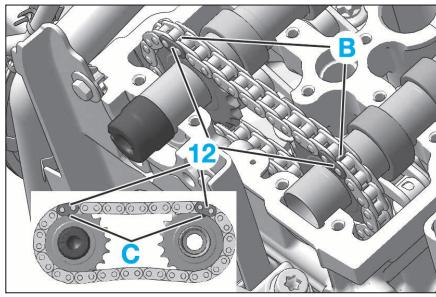

FIG. 68
- reposer les arbres à camées et les caler. Le calage des arbres à camées s'effectue en mettant les maillons bruns (12) de la chaîne de distribution (9) en face des repères (B) (repères de peinture jaune) ou (C) (marquages) des pignons des arbres à camées échappement (7) et admission (8) (Fig.68).